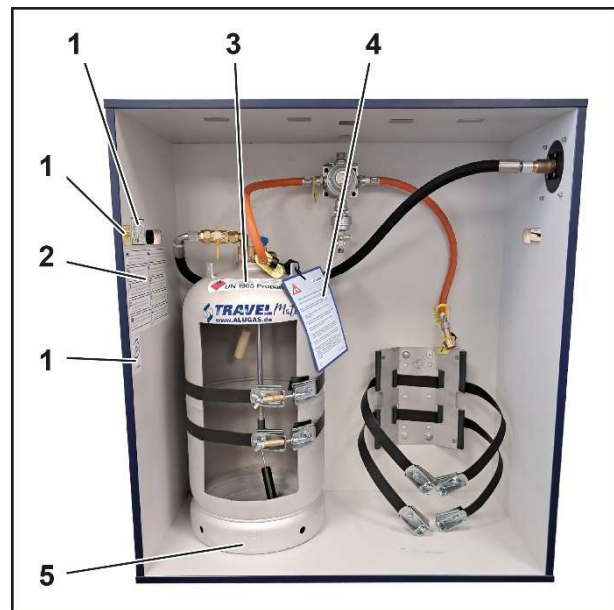

Fig. 5
1. Autocollant d'avertissement dans le coffre à gaz (Fig. 5/1)
2. Autocollant multilingue (Fig. 5/2)
3. Avertissement Prudence inflammable (Fig. 5/3) sur les épaulements du réservoir sous pression
4. Avertissement Couplage (Fig. 5/4)
5. Marquage sur l'anneau de base (Fig. 5/5).